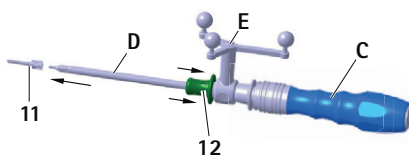

Fig. 9 Preluați șurubul S⁴C cu șurubelnița S⁴C
- Retrageți și mențineți manșonul de susținere 12 pe șurubelnița S⁴C, D, vezi Fig. 9.